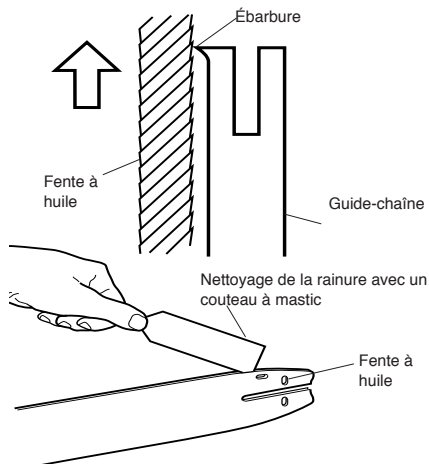

Figure 22 - Entretien de la guide-chaîne
2. Retirer périodiquement la sciure se trouvant dans la rainure de la guide-chaîne. Utiliser un couteau à mastic ou un morceau de fil de fer (voir la Figure 22).